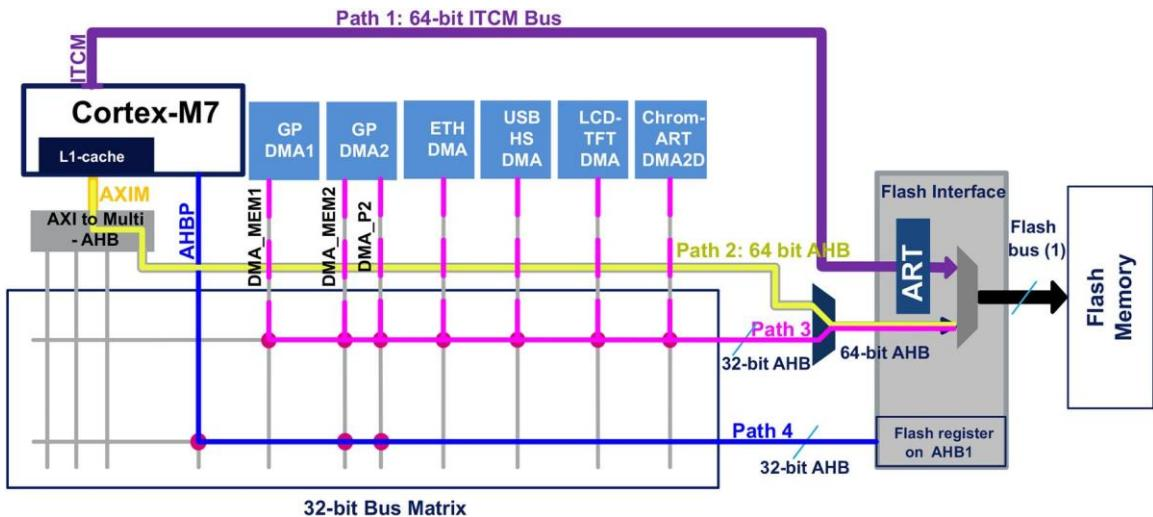

Рисунок 3: Как осуществляется доступ к Flash-памяти в микроконтроллере STM32F7
- Существует четвертый путь Path 4 (см. рисунок 3) через интерфейс *продвинутой периферийной шины* (Advanced Bus Peripheral, АНВР), и он зарезервирован для доступа к регистрам периферийного устройства Flash-память внутри области отображения периферийных устройств 0x4000 0000.